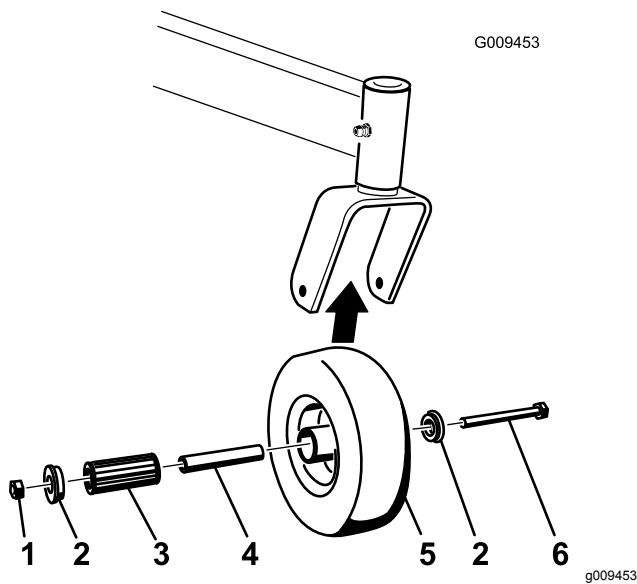

Figura 60
1. Retire la contratuerca y el perno que sujetan la rueda giratoria a la horquilla (Figura 60).
- Retire un casquillo, y tire del casquillo intermedio y del cojinete de rodillos para sacarlos del cubo de la rueda (Figura 60).
- Retire el otro casquillo del cubo de la rueda y limpie la grasa y la suciedad del cubo de la rueda (Figura 60).
**Nota:** Repare o cambie cualquier pieza dañada o desgastada (Figura 60).
- Coloque un casquillo en el cubo de la rueda (Figura 60).
- Engrase el cojinete de rodillos y el casquillo intermedio y deslícelos en el cubo de la rueda (Figura 60).
- Coloque el segundo casquillo en el cubo de la rueda (Figura 60).
- Instale la rueda giratoria en la horquilla y fíjela con el perno y la contratuerca (Figura 60).
- Apriete la contratuerca hasta que el casquillo intermedio se apoye contra el interior de las horquillas de las ruedas giratorias (Figura 60).